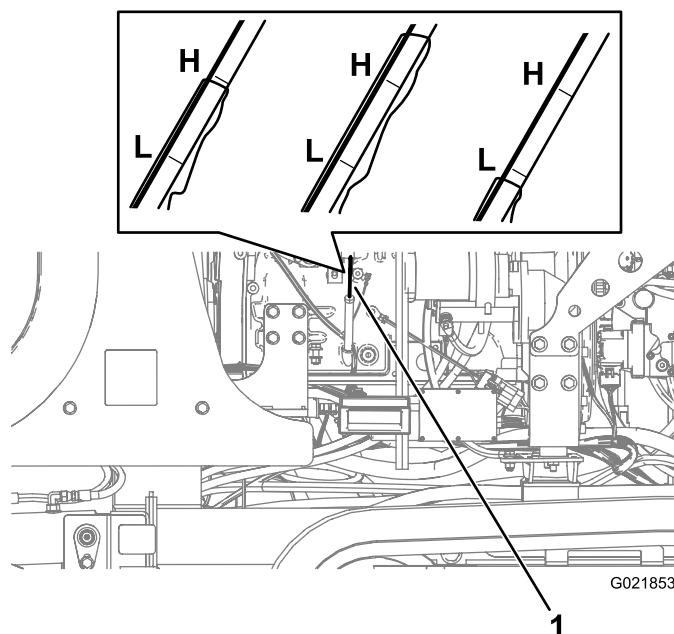

Figura 122
3. Retire la varilla (Figura 122) y límpiela con un trapo.